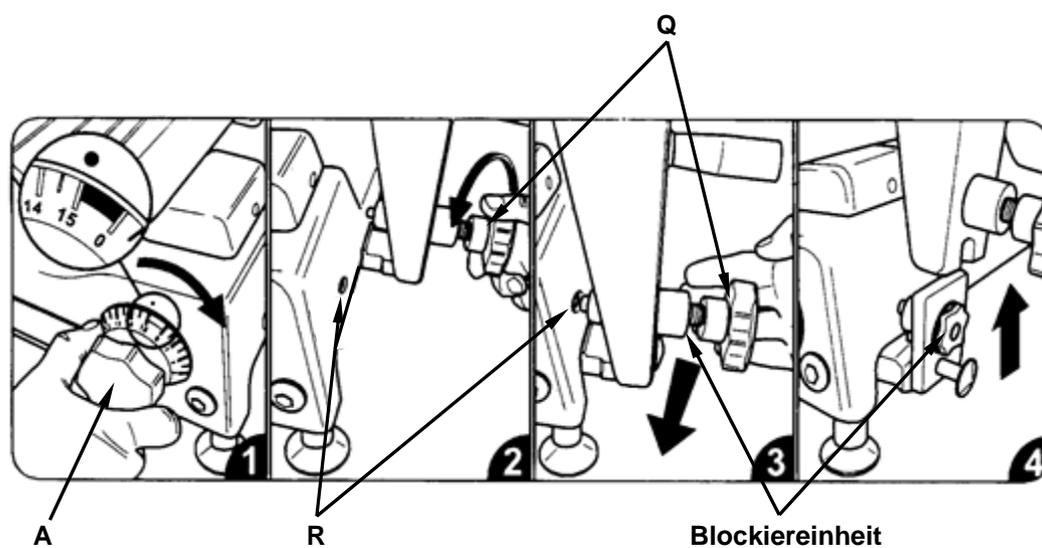

Abb. 4
(Abb. 2) (Abb. 4)
- 2) Vor der Schlittenabnahme den Drehgriff des Schnittstärkereglers "A" von „15“ auf "0" (Null) stellen und festhalten. (Abb. 4, Seite 3).